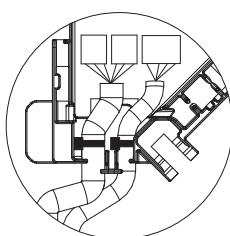

Fig. 10-15
- i-See sensörünü sabitleyen bantın ve sinyal alıcı bağlantı kablosunun konektör kutusu içine konumlandığından emin olun. (Fig. 10-15)